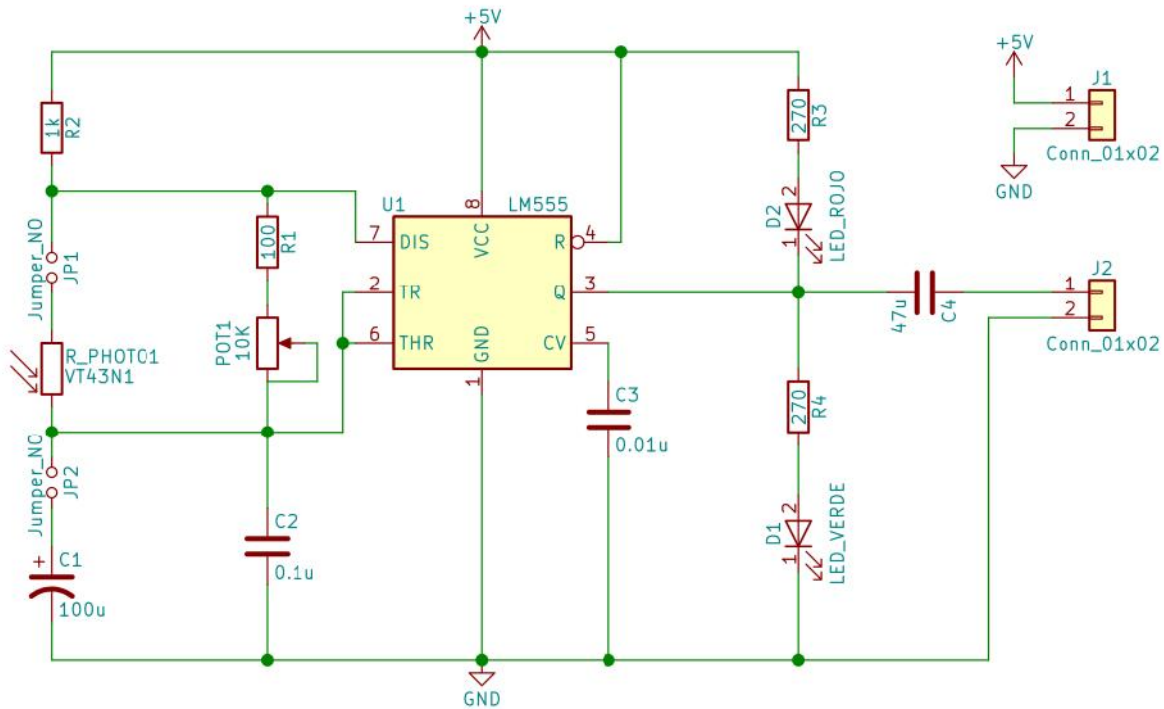

Figura 3. Esquemático en KiCad del circuito oscilador 555.
- 4.2.1.1.1. Realizar el esquemático del circuito oscilador 555, mostrado en la Figura 3.